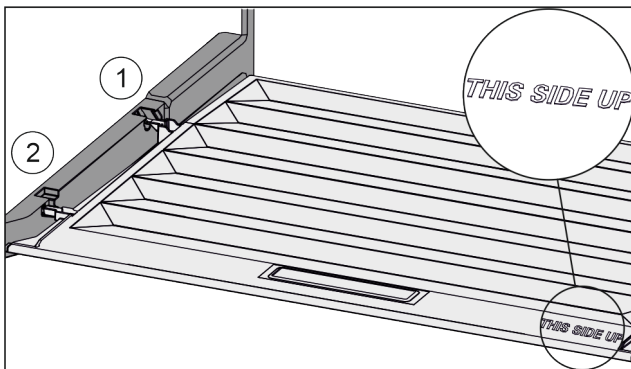

Fig. 76
- ▶ Dekselranden via de opening van de achterste houder Fig. 76 (1) aanbrengen en van voren in de houder Fig. 76 (2) klikken.